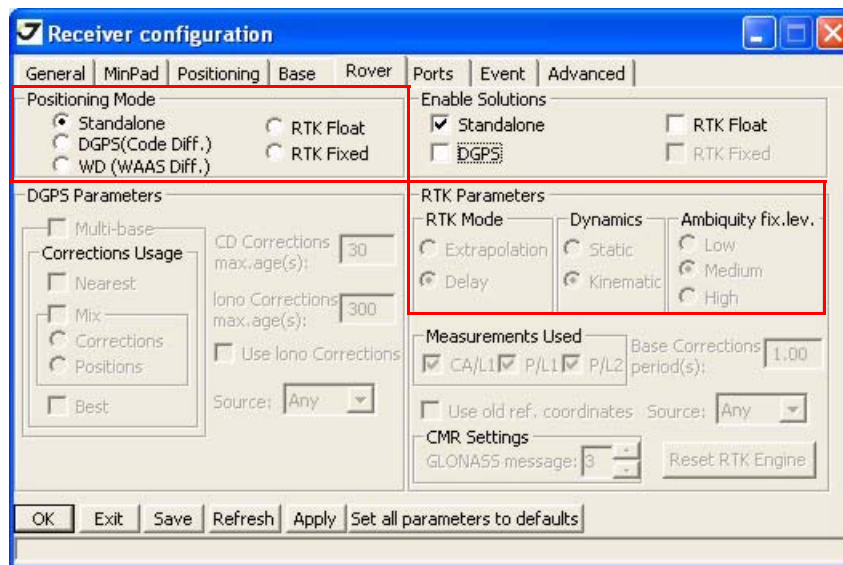

Рисунок 3-6. Закладка Rover
9. Для подвижного приемника (ровера) откройте закладку *Rover* и произведите настройку следующих параметров, затем нажмите *Apply* (Рисунок 3-6 на стр. 31).